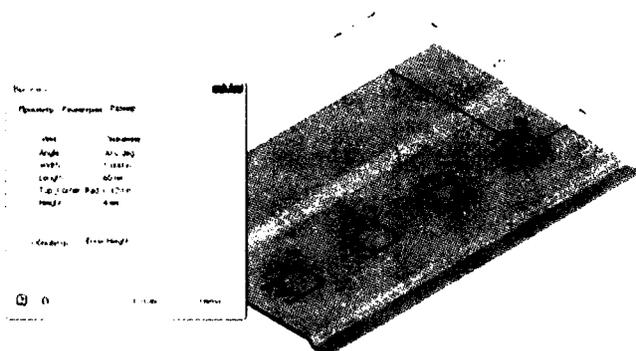

Рис. 10.14. Размещение выскочки на детали
7. Переключитесь на вкладку **Размер** в диалоговом окне **Высечка**, установите значение **Length 60 мм**, значение **Height – 4 мм**, как показано на рис. 10.14 (предпросмотр не обновится).